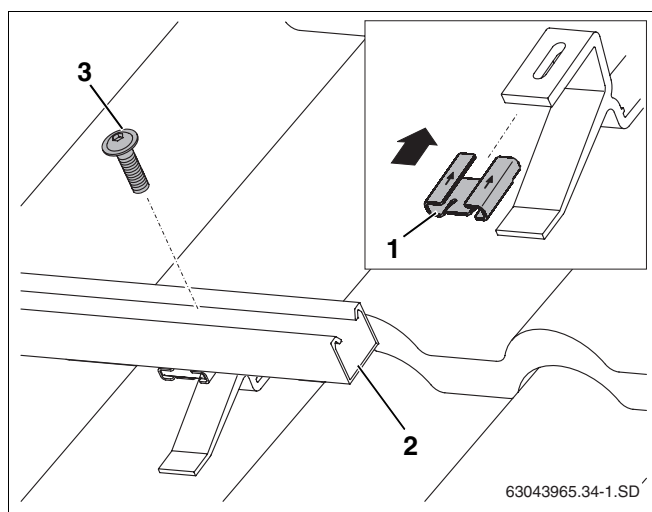

fig. 32 Fixar os perfis ao gancho de fixação para telhados
- ▶ Introduzir a porca móvel (fig. 32, **item 1**) no sentido da seta sobre o gancho para telhados.
- ▶ Colocar os perfis inferiores (fig. 32, **item 2**) nos ganchos para telhados e apertar ligeiramente o parafuso M8 (fig. 32, **item 3**) para que os perfis ainda possam ser alinhados.